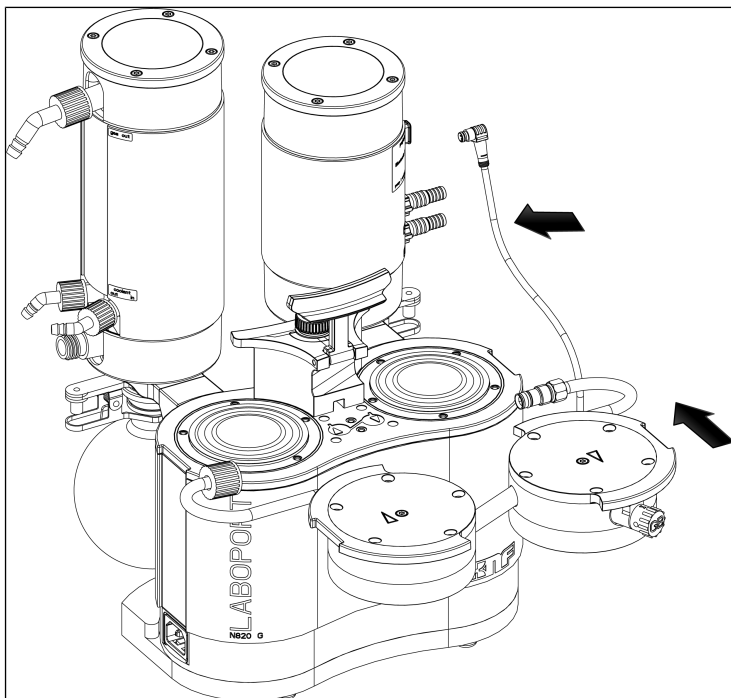

Fig.29: Montage de la tête de pompe
1. Amenez les membranes (7) dans la position centrale.
2. Pressez le bord des deux membranes (7) sur tout le pourtour.
3. Placez le couvercle (3) conformément à la goupille d'ajustage (5) sur la plaque intermédiaire (6).
4. Placez la plaque supérieure (2) conformément au trait de crayon sur le couvercle (3).
5. Serrez la vis intérieure de la tête (1) au milieu de la plaque de pression (couple de serrage : 1 Nm).
7. Positionnez les deux têtes de pompe (composées du couvercle (3), de la plaque intermédiaire (6) avec plaques soupapes/joints (4) et de la plaque supérieure (2)) avec le tuyau de raccordement sur le corps de pompe en fonction du trait de crayon (voir Fig. 29).
- i** Ce faisant, veillez à ce que le raccord de tuyaux (11) soit introduit droit dans le raccord du piège à liquide.
8. Vissez la vis chapeau du raccord de tuyaux (11) de 1 à 2 tours à la main.